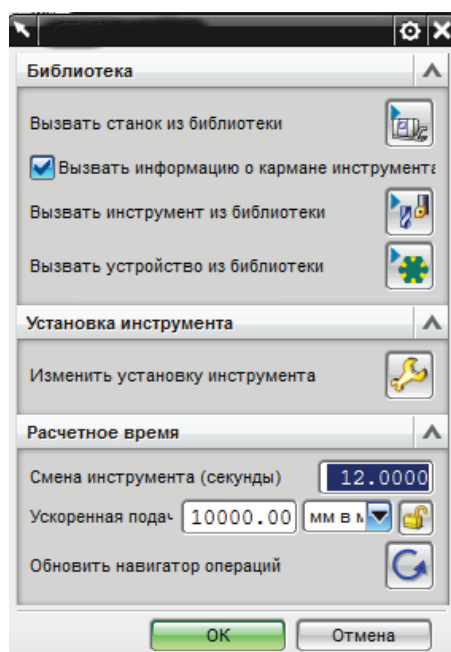

Рисунок 68 Окно библиотеки
1. Установите «Вид инструментов» в навигаторе операций и, выбрав объект GENERIC_MACHINE, вызовите из контекстного меню команду «Изменить». В новом диалоговом окне (рисунок 68) выполните команду «Вызвать станок из библиотеки»; в диалоговом окне «Выбор класса библиотеки» выберите MILL (Фрезерные станки) и снова нажмите «ОК».